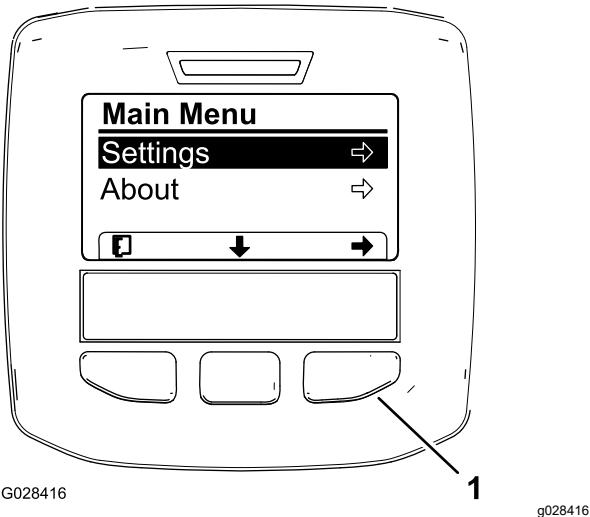
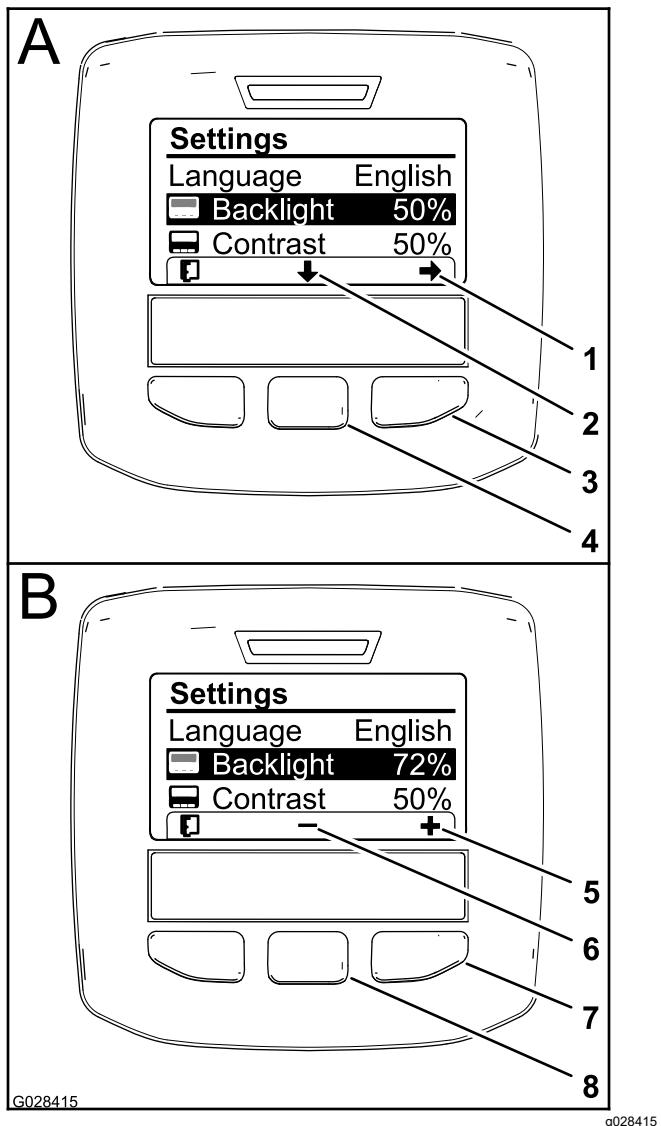

Bild 61
Bild 63
3. Drücken Sie die mittlere Auswahltaste, um auf das Hauptmenü zuzugreifen (Bild 61).
5. Drücken Sie die linke Auswahltaste, um die Auswahl(en) zu speichern, beenden Sie das Menü „Einstellungen“ und gehen auf das Hauptmenü zurück (Bild 61).
Symbol auf dem Display), um die ausgewählte Option nach unten zur Einstellung für die Rückbeleuchtung zu verschieben (Bild 63).
3. Drücken Sie die rechte Auswahltaste, um den Werteinstellungskontext anzuzeigen (Bild 63).
4. Ändern Sie die Helligkeit des Displays mit der mittleren und rechten Auswahltaste (Bild 63).
5. Drücken Sie die linke Auswahltaste (die Taste unter dem Listensymbol auf dem Display), um die Einstellung zu speichern, beenden das Menü „Rückbeleuchtung“ und gehen auf das Menü „Einstellungen“ (Bild 63) zurück.
6. Drücken Sie zum Einstellen des Kontrasts auf dem Display die mittlere Auswahltaste (die Taste unter dem nach unten zeigenden Symbol auf dem Display), um die ausgewählte Option nach unten zur Einstellung für den Kontrast zu verschieben (Bild 63).
7. Drücken Sie die rechte Auswahltaste, um den Werteinstellungskontext anzuzeigen (Bild 63).
8. Drücken Sie die linke Auswahltaste (die Taste unter dem Listensymbol auf dem Display), um die Einstellung zu speichern, beenden das Menü „Kontrast“ und gehen auf das Menü „Einstellungen“ (Bild 63) zurück.
9. Drücken Sie die linke Auswahltaste, um das Menü „Einstellungen“ zu beenden und das Hauptmenü anzuzeigen (Bild 61 und Bild 63).
10. Drücken Sie die linke Auswahltaste, um den Homebildschirm anzuzeigen (Bild 63).